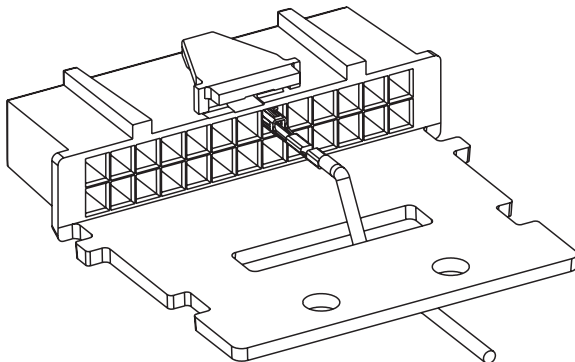
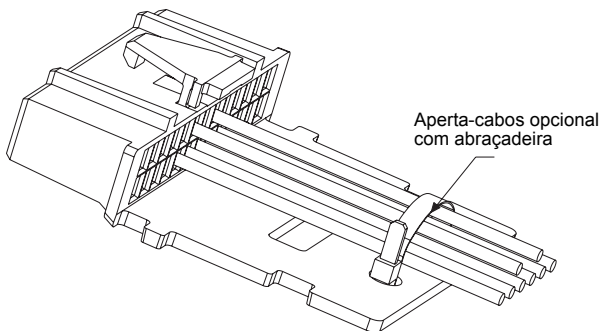

Figura 3a. Aperta-cabos
Figura 3b. Aperta-cabos Opcional
Passo 1. Encaminhe os fios eléctricos através da ficha, tal como ilustrado na Figura 3a ou, para aplicações com vários acessórios ligados ao rádio móvel, encaminhe os fios eléctricos conforme ilustrado na Figura 3b e utilize a abraçadeira para fixar os fios eléctricos na ficha.